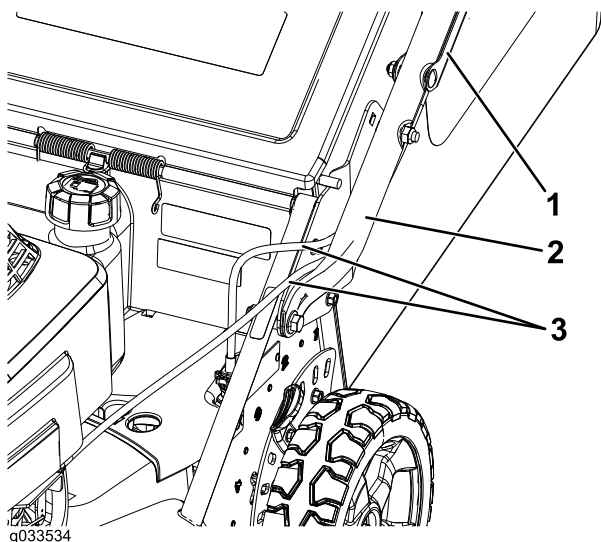

Figura 4
4. Enrute los cables de control entre la carcasa y el manillar para proteger los cables contra daños (Figura 4).